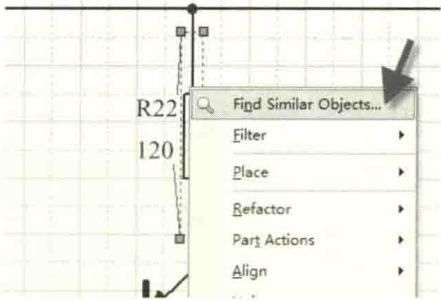
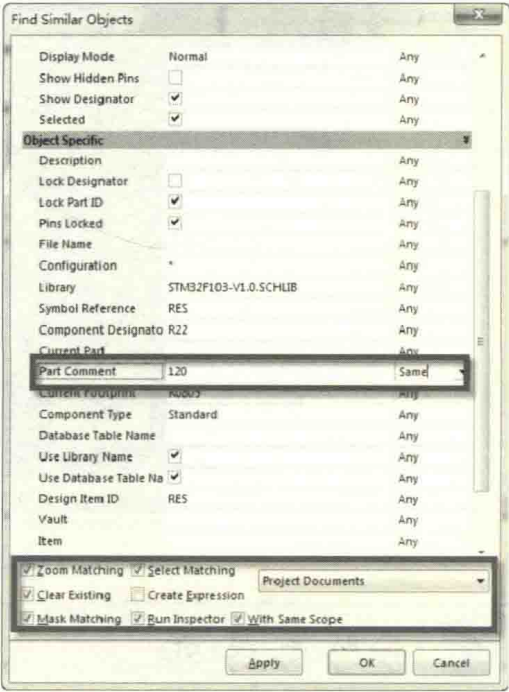

图 4-72 右键选择执行“Find Similar Objects...”命令
图 4-73 筛选对话框
(1) 单击选中 120 欧姆的电阻 R22，右键选择执行“Find Similar Objects...”命令，如图 4-72 所示，进入筛选对话框，如图 4-73 所示。